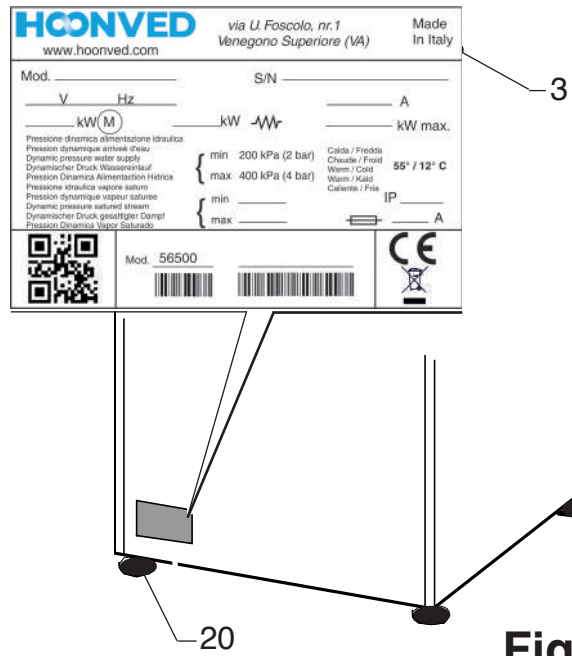

Fig. 5
3.1.c COLLEGAMENTO ELETTRICO (Fig. 5)
- Prima di effettuare il collegamento elettrico accertarsi che i dati relativi alla linea di alimentazione corrispondano a quelli indicati sulla targhetta di identificazione (pos. 3 Fig. 5) e che l'interruttore generale di alimentazione elettrica posizionato a monte della macchina sia disinserito (posizione O/OFF).
- Collegare il cavo (9) di alimentazione elettrica all'interruttore generale posizionato a monte della macchina.
- Collegare il dispersore di terra equipotenziale al morsetto (7).